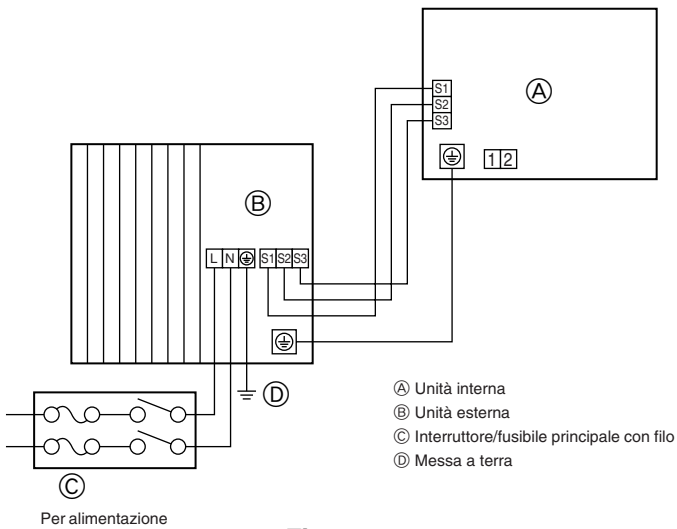
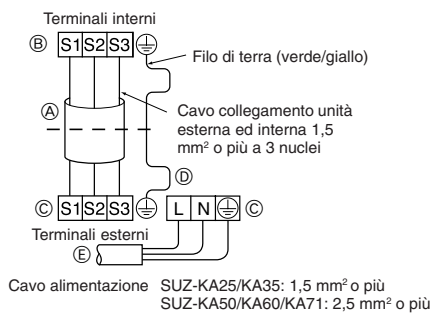
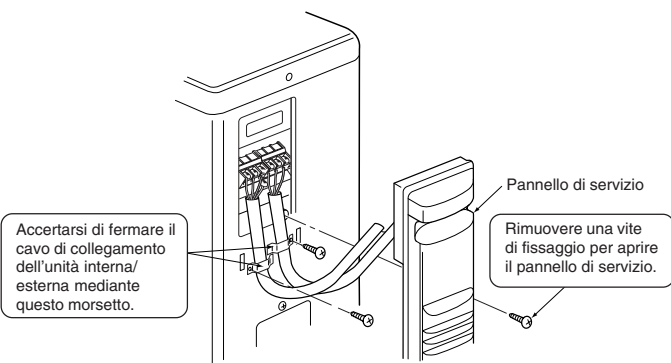
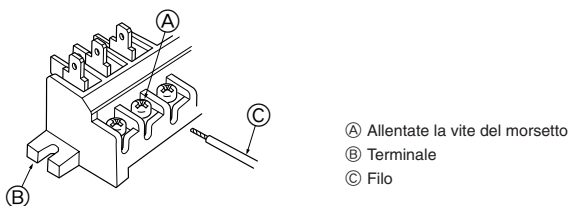

Fig. 6-1
Fig. 6-2
Fig. 6-3
Fig. 6-4
### 6.1. Unità esterna (Fig. 6-1, Fig. 6-2, Fig. 6-3, Fig. 6-4)
- ① Rimuovere il pannello di servizio.
- ② Collegare i cavi facendo riferimento alla Fig. 6-1, Fig. 6-2, Fig. 6-3 e Fig. 6-4.
- Eseguire i collegamenti elettrici seguendo lo schema ripreso qui sotto a sinistra (Procurarsi il cavo localmente). (Fig. 6-2)
- (A) Cavo di collegamento
- (B) Terminali interna
- (C) Terminali esterna
- (D) Installare sempre un filo di terra più lungo degli altri cavi.
- (E) Cavo di alimentazione
- State attenti a non invertire i fili. (Fig. 6-4)